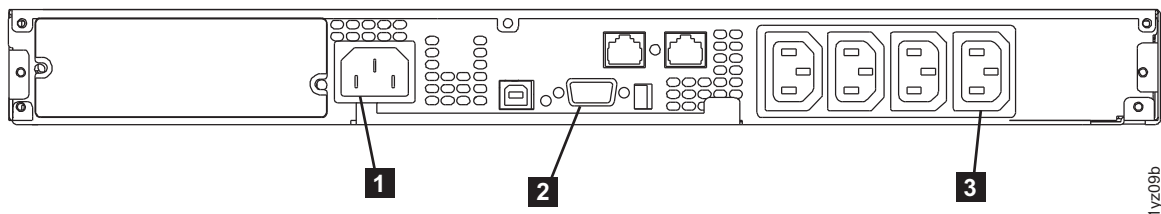

Figura 348. 2145 UPS-1U (vista posterior)
9. Na traseira do 2145 UPS-1U, conecte o cabo de energia do SAN Volume Controller para carregar o receptáculo do segmento 2 (**3** na Figura 348 na página 430). Se aplicável, instale o suporte de retenção do cabo de energia (mostrado em Figura 347).
10. Reconecte o cabo de sinal do SAN Volume Controller para a porta de comunicação (**2** em Figura 348 na página 430).
11. Reconecte o cabo de energia principal 2145 UPS-1U, a partir da unidade de distribuição de energia ou do comutador de energia de corrente alternada redundante, no conector de entrada (**1** em Figura 348 na página 430).
O 2145 UPS-1U está no modo de espera com o SAN Volume Controller offline. Todos os indicadores que são mostrados na Figura 348 estão desligados.